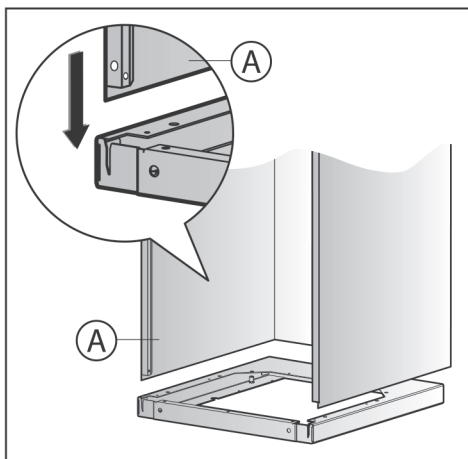
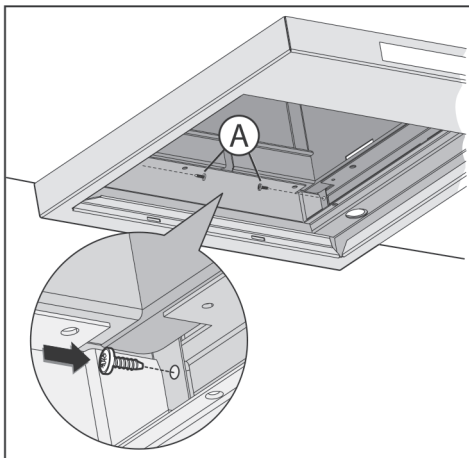

Рис. 4
Рис. 6
8. В том случае если Ваш прибор оснащен внешними шутилерами, как показано на рис. 4А, крепление производится, следуя указаниям рис. 6.